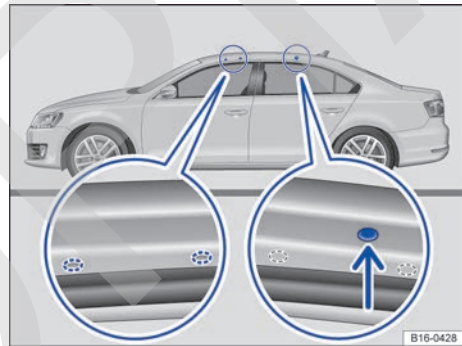

Fig. 180 Puntos de fijación para los soportes básicos.
Las marcas para fijar el soporte básico delantero se encuentran en la parte inferior de los largueros del techo → fig. 180 (imagen ampliada izquierda). Las marcas y orificios para fijar el soporte básico trasero se encuentran en la parte inferior de los largueros del techo.
- Monte los soportes básicos únicamente en los orificios y las marcas que aparecen señalados en la ilustración → fig. 180.